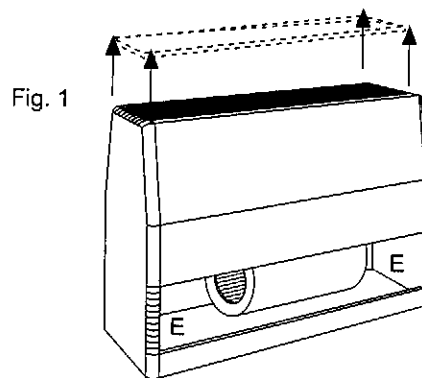

Fig. 1
- 1.- Verkleidung abnehmen (Fig. 1).
- 1.- Enlever l'habillage, voir fig.1.
- 1.- Tirar o envolvente (Fig.1)